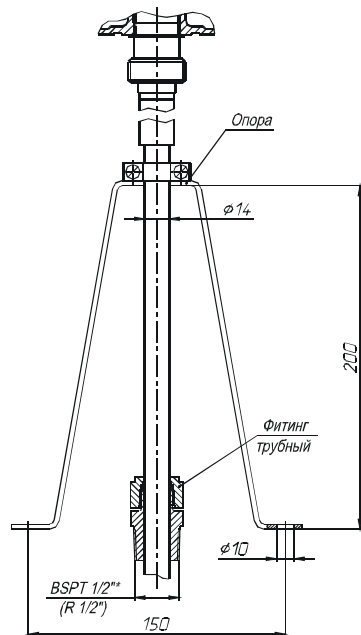

Рисунок 6 - Рекомендуемое посадочное место для установки уровнемеров с использованием трубного фитинга и опоры (см. приложение А, поле "К")
8.6.4 При установке уровнемера с использованием трубного фитинга СМСТ-14М-8R (см. рисунок 6), втулка трубного фитинга вворачивается в специально подготовленное отверстие в крышке люка с резьбой BSPT 1/2". Освободите ЧЭ уровнемера от поплавков и ограничительной втулки. На ЧЭ уровнемера установите зажимную гайку и прокладки из состава трубного фитинга. Вставьте ЧЭ уровнемера во втулку фитинга, установленную в крышке люка. Наденьте на ЧЭ уровнемера поплавки в соответствии с маркировкой (сначала менее, а потом более плотные). Установите ограничительную втулку и зафиксируйте нижний конец ЧЭ шайбой, гайкой и шплинтом.